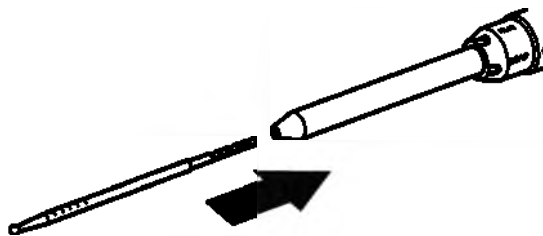

Рис. 3. Установка режущего инструмента
4. Крутящим движением установите режущий инструмент в патрон на желаемую глубину (Рис. 3)